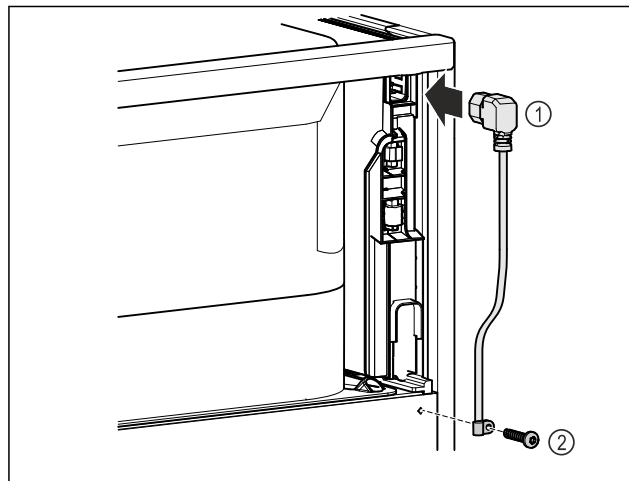

Fig. 11
- ▶ Включете буксата за свързване на уреди с ниска мощност на захранващия кабел Fig. 11 (1) от задната страна на уреда.
- ▶ Монтирате кабелната муфа. Fig. 11 (2)